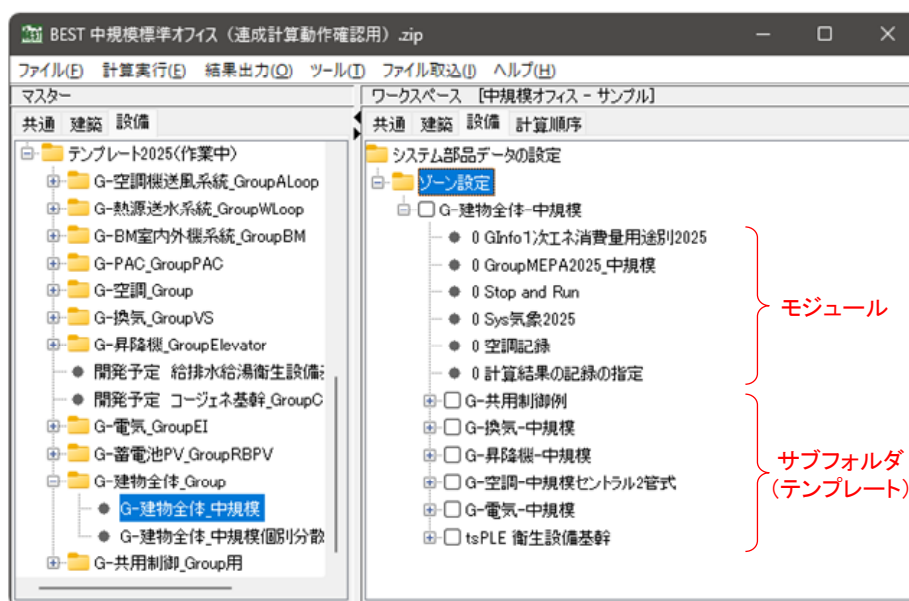

図 3-6 建物全体テンプレートの構成
3.3.2 項の手順に従ってワークスペースに登録した建物全体テンプレート「G-建物全体-中規模」を展開すると、図 3-6 のように、主として設備項目（電気、衛生、空調等）ごとのサブフォルダが配置されていることが確認できる。また、建物全体テンプレートの直下には、計算を実行するために必要なモジュール（計算記録、エネルギー集計・グラフ化等）類も配置されている（画面上「●」のマークで示されるもの）。